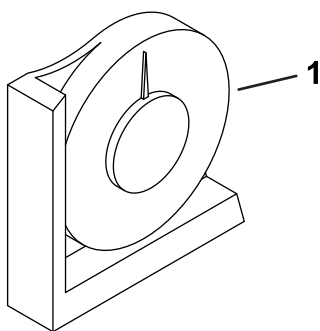

図 3
2. 機体のクロスビーム燃料タンク脇に携帯式の斜面計付属品を置いて、機体が水平になっていることを確認する 図 3。